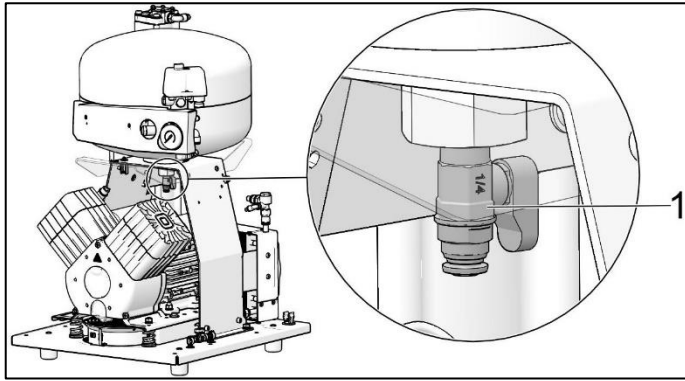

Abb. 17: Kondensatablauf
Bei Bedarf kann der Luftbehälter über das Ablassventil (1) an der Unterseite des Luftbehälters entleert werden (Abb. 17).